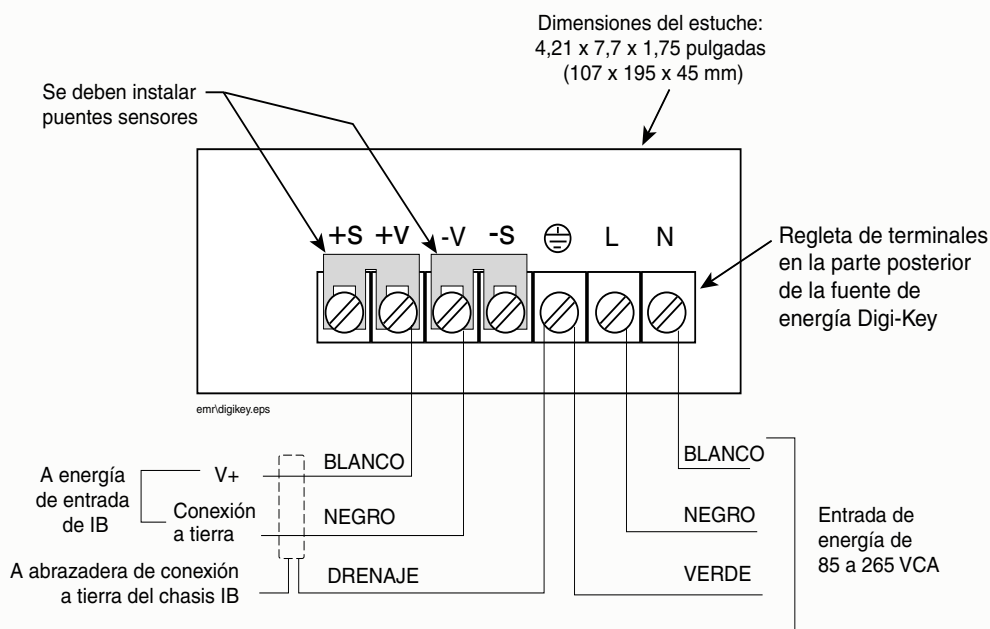

Figura 27. Diagrama de cableado de la fuente de energía Digi-Key
Veeder-Root recomienda la fuente de energía Digi-Key Power Supply Modelo 62-1050-ND 12 VCC, 13 amperios o la fuente de energía Modelo 62-1051-ND 24 VCC, 6,5 amperios. (Vea en la figura 27 el diagrama del cableado de conexión que es idéntico para ambos modelos de 12 o de 24 VCC.) Para hacer pedidos, comuníquese con Digi-key llamando al teléfono (800) 344-4539 o visite su sitio en Internet www.digikey.com.